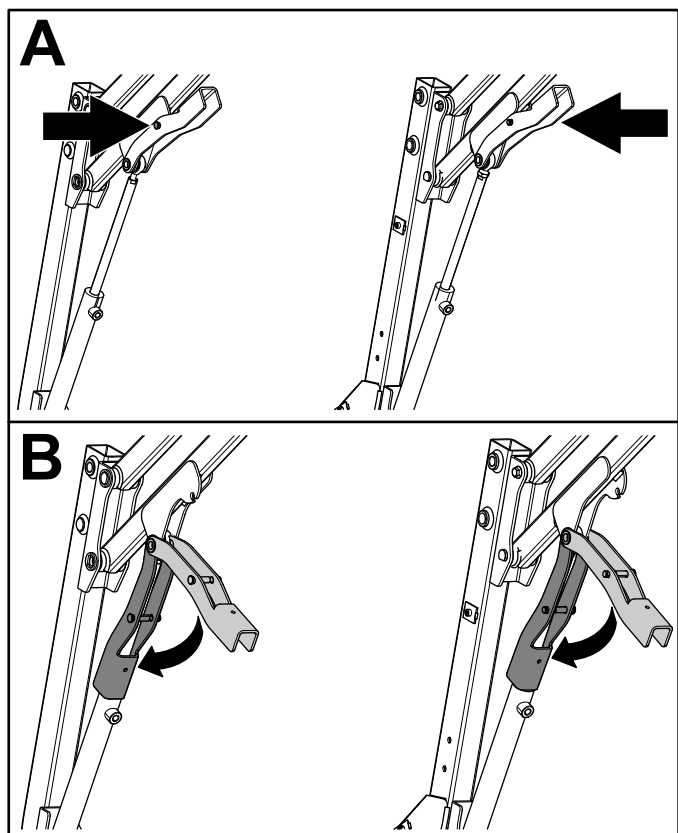

Figura 41
- A. Empuje hacia dentro el pasador en el bloqueo de seguridad magnético (Figura 41).
- B. Mientras sostiene el pasador hacia dentro, baje el bloqueo de seguridad magnético sobre el cilindro hidráulico (Figura 41).